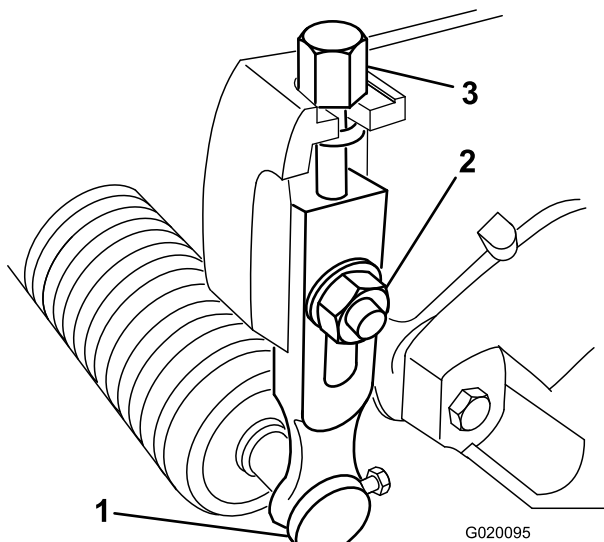

図 8
1. 刈り高アームをカッティングユニットのサイドプレートに固定しているロックナットをゆるめる図8。